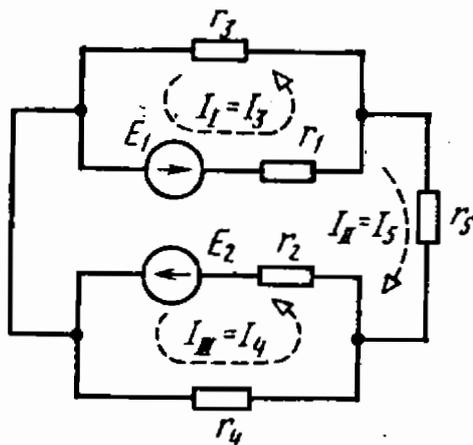

Рис. 1.47
1.47. Определить токи всех ветвей цепи схемы рис. 1.47, если э. д. с. $E_1 = E_2 = 30$ В и сопротивления $r_1 = r_2 = 1$ Ом, $r_3 = 4$ Ом, $r_4 = 2$ Ом, $r_5 = 3$ Ом.
1.48. Найти токи всех ветвей цепи схемы рис. 1.47, пользуясь методом контурных токов. Составить баланс мощностей.
Решение. Допустим, что токи I_3 , I_4 и I_5 внешних ветвей цепи рис. 1.47 являются контурными токами, замыкающимися, как указано на схеме рис. 1.48 пунктиром, $I_I = I_3$, $I_{II} = I_5$, $I_{III} = I_4$. В смежных ветвях с резисторами r_1 и r_2 этой схемы проходят по два контурных тока, поэтому токи таких ветвей определяются алгебраическим суммированием соответствующих контурных токов.